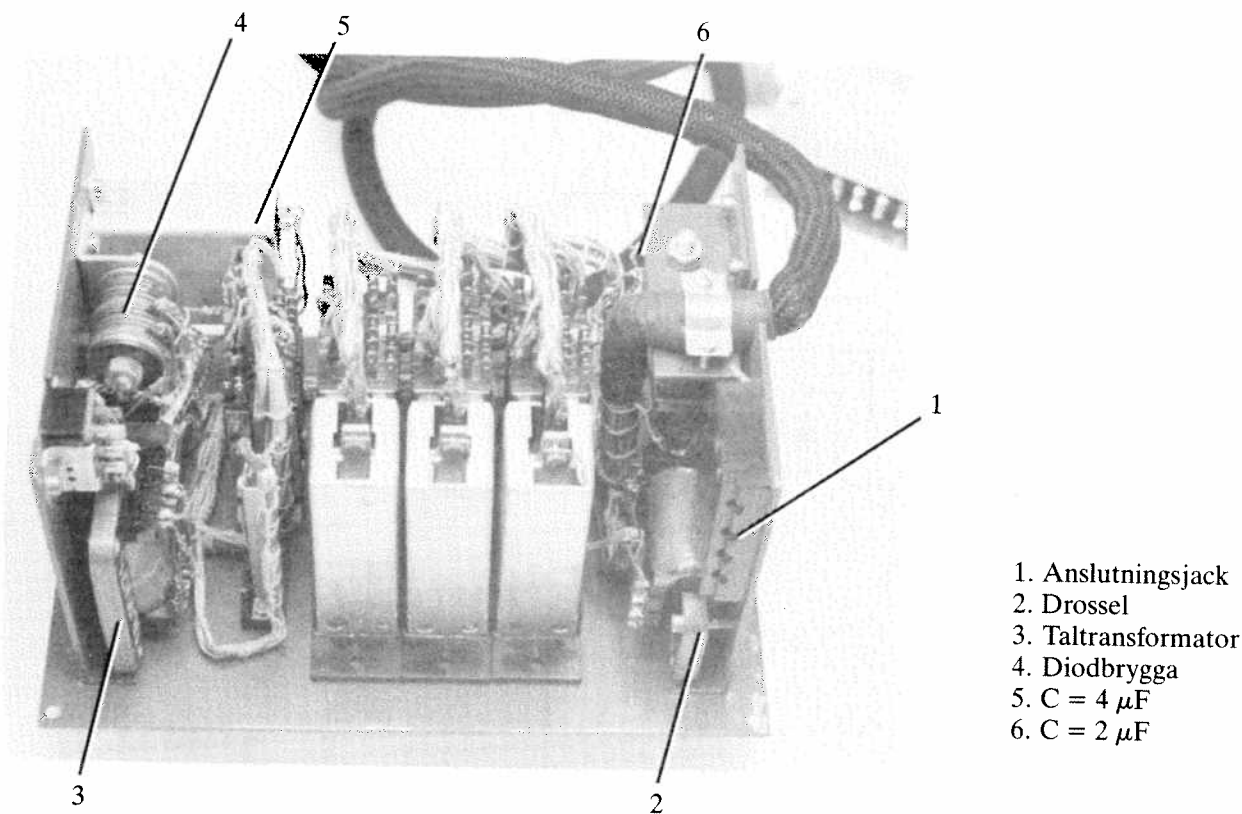

Bild 22. Komponentplacering
- Komponentplaceringen framgår av bild 22.